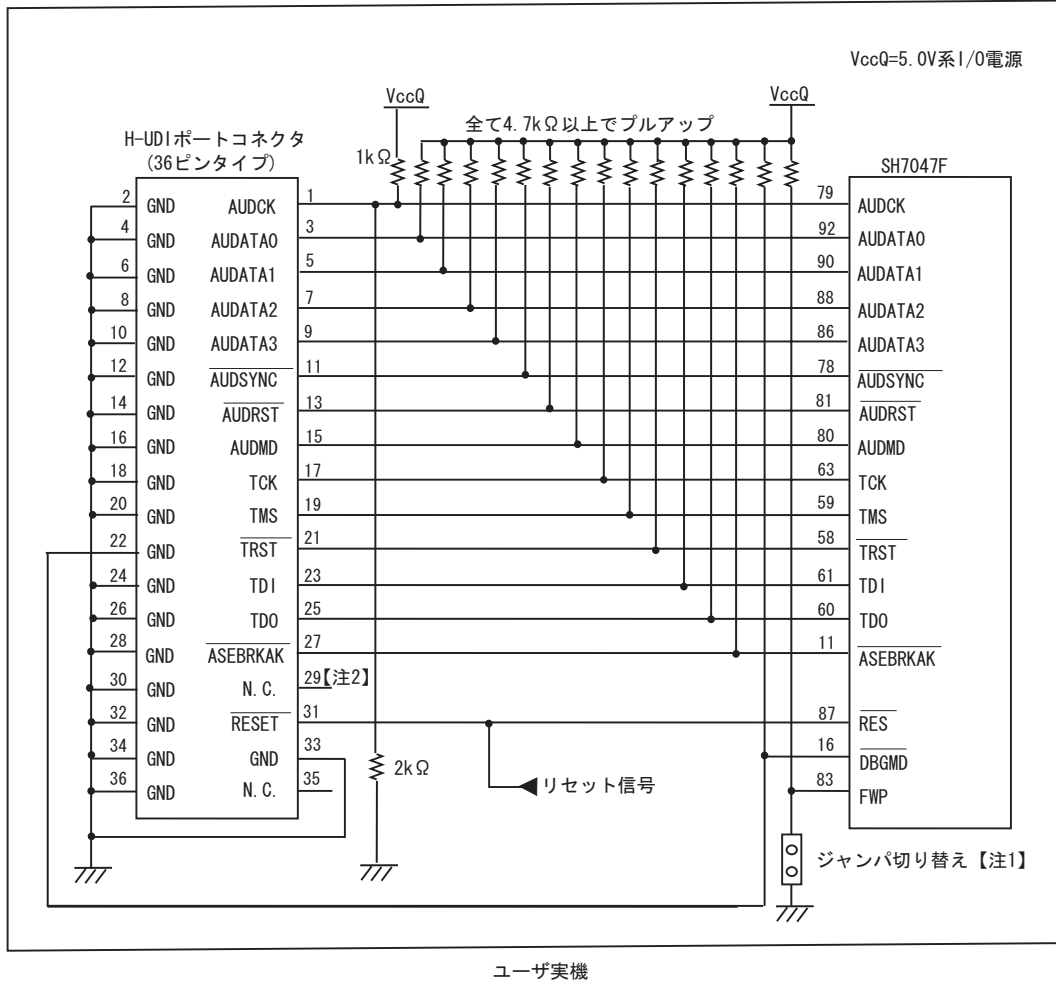

図 1.4 E10A-USB 使用時の H-UDI ポートコネクタ - チップ間の接続例
E10A-USB エミュレータ使用時の H-UDI+AUD ポートコネクタ(36 ピンタイプ)とチップ間の推奨接続例を図 1.3、UVCC 未接続時の接続例を図 1.4 に示します。
8. 図 1.3、図 1.4 に記載されている抵抗値は、参考値です。
- 図1.4 接続例で回路を組んだ場合のE10A-USBエミュレータのスイッチ設定：SW2=0, SW3=1スイッチ設定の詳細は、「SuperH™ファミリ用 E10A-USB エミュレータユーザズマニュアル 3.8 DIPスイッチの設定」を参照してください。